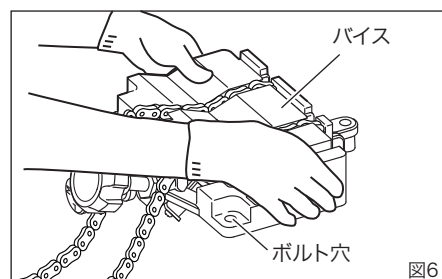

図6
- ② バイスを持ち上げてベースから外してください。（図6）